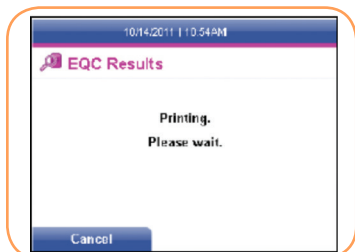

FIGURA 90
2. Use la tecla [↓] para desplazar el cursor hacia abajo hasta la opción *Imprimir lista*. Pulse la tecla programable derecha para seleccionarlo. Se mostrará una pantalla en la que se indicará al usuario que la lista se está imprimiendo y que debe esperar (Figura 90).